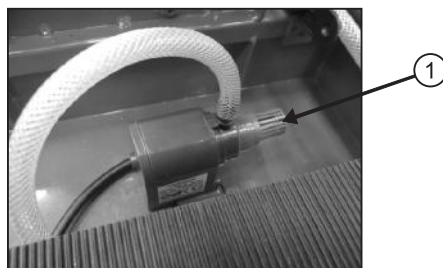

Рис.12
1. Заполните поддон водой так, чтобы насос (1) (рис.12) был полностью погружен в воду.